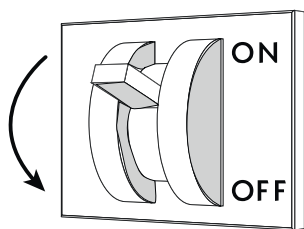

Abb. 56
- Trennen Sie das Kühlmöbel mit Hilfe des Wandschalters vom Stromnetz ("Abb. 56").